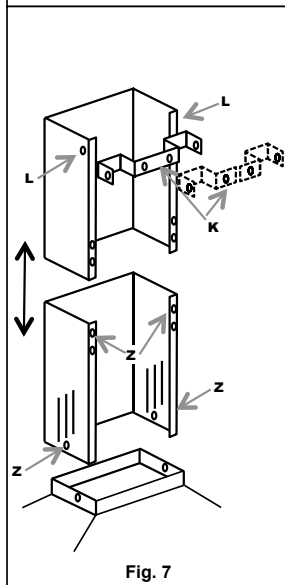

Fig. 7
• MONTAJE DE LAS CHIMENEAS (fig. 7):